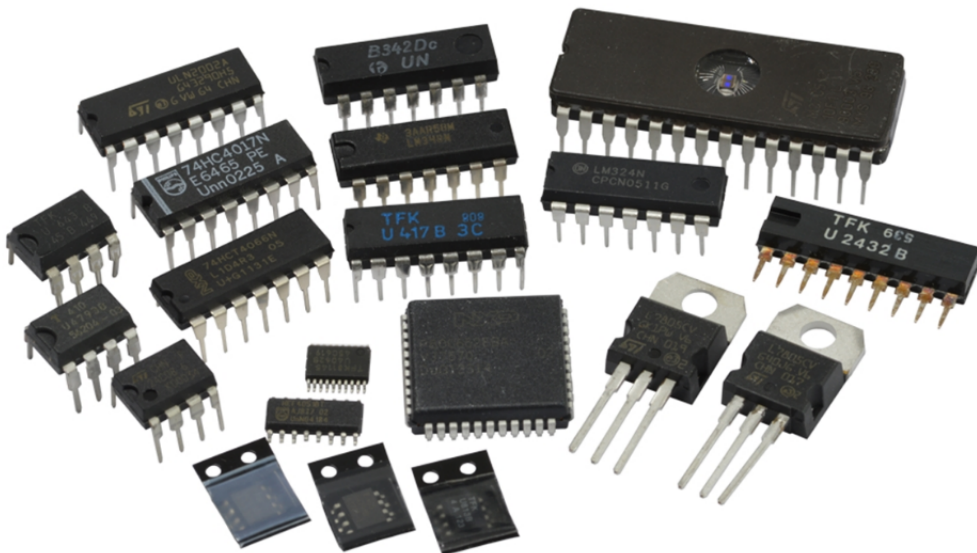

Figura 86: Exemplo de diferentes circuitos integrados. Diferenças como quantidade de terminais e tamanhos são facilmente identificadas na Figura 86
Imagine a possibilidade de agrupar diversos componentes estudados até o momento em apenas um componente! Isso mesmo, isso é possível e ocorre há muitos anos. Para este componente é dado o nome de **Circuito Integrado** (CI). O circuito integrado é um componente que possui encapsulado em seu invólucro diversos componentes eletrônicos, tais como, resistores, capacitores, transistores, diodos, entre outros. No interior do CI, estes componentes estão conectados de tal forma a desempenhar uma função específica. Alguns terminais dos CIs necessitam de componentes externos para serem utilizados. Essas informações são facilmente encontradas no *Datasheet* do fabricante do CI, como comentado na Seção 8.5. Os CIs podem conter componentes da eletrônica analógica (amplificador operacional, comparador, regulador de tensão, etc), componentes da eletrônica digital (portas lógicas, memórias, encoders, etc) e também compartilhar funções tanto analógicas quanto digitais. Apesar dos CIs poderem ter a aparência de um transistor comum, a grande maioria possui uma quantidade de terminais que variam entre 8, 14, 16, 20, 24, 40 ou mais pinos. Na Figura 86 é possível verificar alguns exemplos de CIs comercializados no mundo.